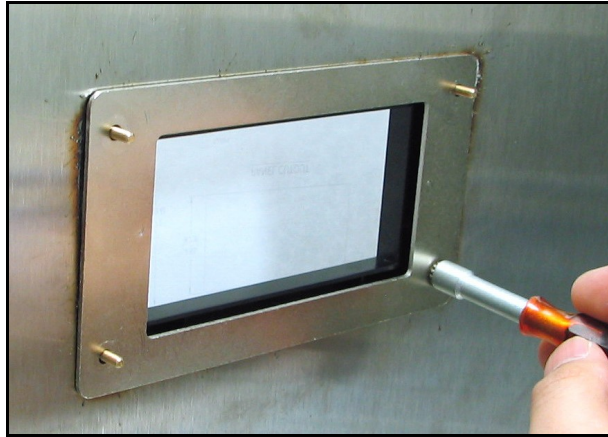
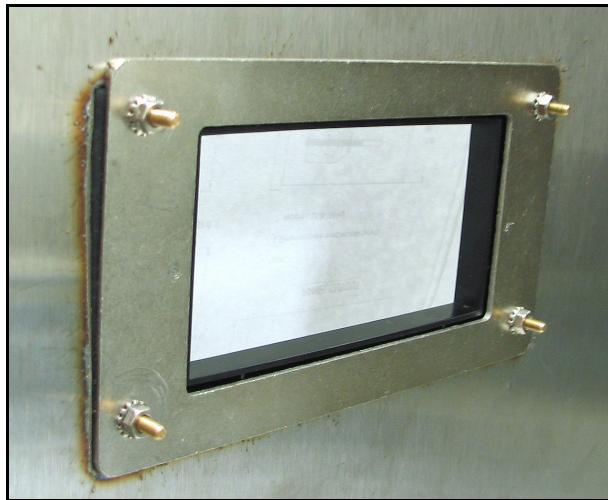

Abbildung 19: Befestigen der Baugruppe an der Tafel
Abbildung 20: Montage der Platten-Baugruppe abgeschlossen
- Schrauben Sie Muttern auf die vier Schrauben und fixieren Sie die Baugruppe an der Tafel (siehe Abbildung 19 und Abbildung 20). Prüfen Sie mit einer Fühlerlehre hinter der Dichtung den Andruck und ziehen Sie die Muttern fest, bis der Spalt  $0,81 \text{ mm} \pm 0,05 \text{ mm}$  ( $0,032 \text{ Zoll} \pm 0,002 \text{ Zoll}$ ) beträgt.